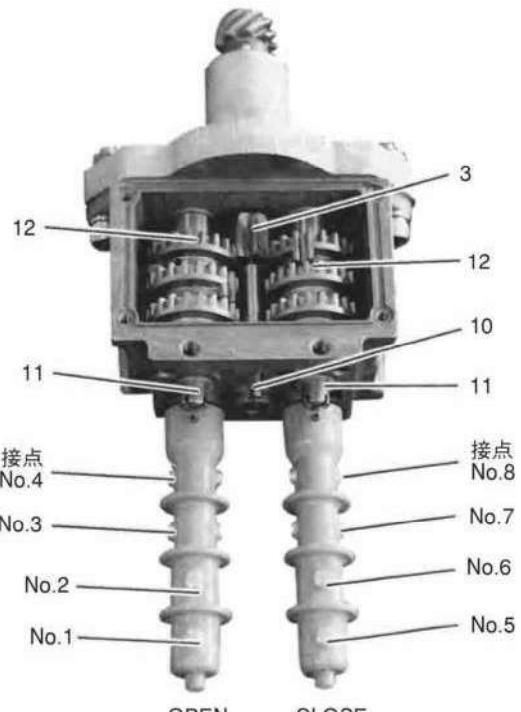
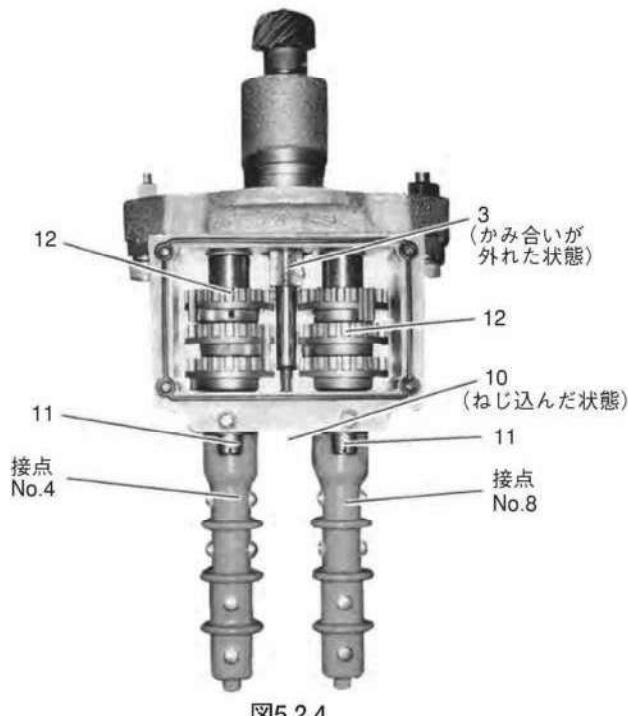
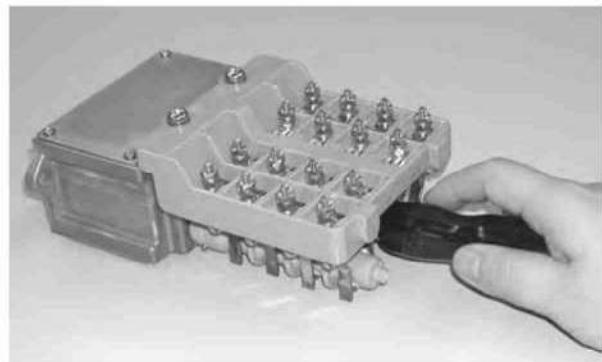

図5.2.2
図5.2.4
図5.2.5
- ・⑩セッティングロッドを図5.2.5のようにドライバで右に回して⑨ギアフレームと同一面になるまでねじ込み、③ドライブピニオンの噛み合いを外します(図5.2.4参照)。
- ・現在の接点の状態がONならば、手順2で確認した方向へ、ドライバで⑪ギアシャフトを回し、ロータが90°回転して接点No.8がOFFに動作したところで止めます。
- ・現在の接点の状態がOFFならば、手順2で確認した方向と逆にドライバで⑪ギアシャフトを回し、ロータがONになる位置を通過するまで回した後、手順2で確認した方向に⑪ギアシャフトを回し、接点No.8がOFFに動作したところで止めます。
- ・⑩セッティングロッドをドライバで止まるまで左へ回し、③ドライブピニオンと⑫インタミッテントギアが噛み合う状態に戻します(図5.2.2参照)。
- ・⑪ギアシャフトをドライバで左右に軽く回してみて、正しく噛み合っている(開閉両側の⑪ギアシャフトが回らない)ことを確認してください。